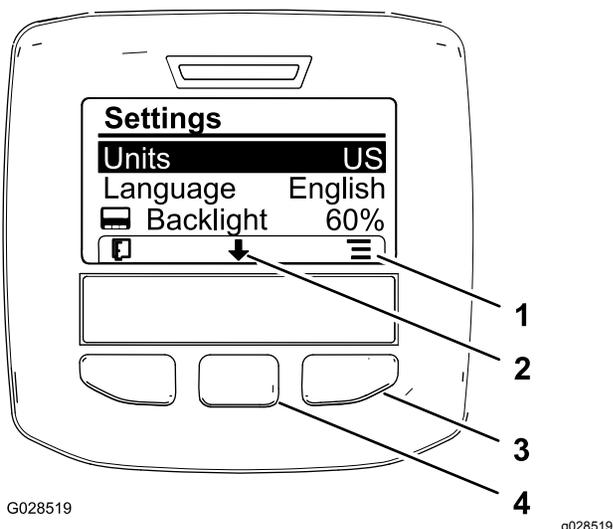

Рисунок 63
2. Чтобы изменить перечисленные на экране единицы измерения, нажмите правую кнопку выбора (Рисунок 63).
6. Нажмите левую кнопку выбора для возврата на главную страницу (Рисунок 63).
3. Чтобы изменить язык сообщений на дисплее, нажмите среднюю кнопку выбора (кнопка под значком «стрелка вниз» на дисплее), чтобы выбрать пункт Language (Язык) (Рисунок 63).
4. Нажмите правую кнопку выбора (кнопки под значком «список» на дисплее), чтобы выделить язык из перечня языков, используемых для сообщений на дисплее (Рисунок 63).